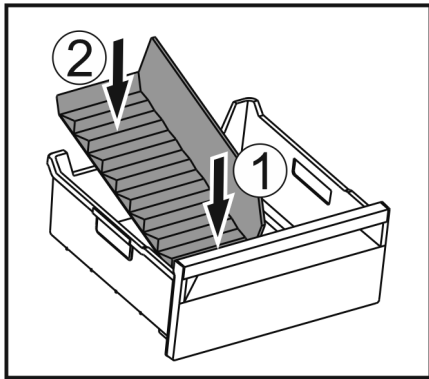

Fig. 107
- Colocar la parte delantera del separador para congelador. Fig. 107 (1)
- Bajar la parte posterior del separador para congelador hasta la base del cajón. Fig. 107 (2)